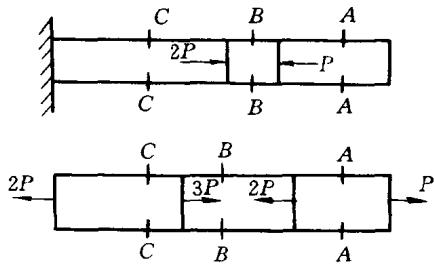

图 1-4
1. 如图 1-4 所示各杆受力情况,试求各杆在 A-A, B-B, C-C 截面上的轴向力。